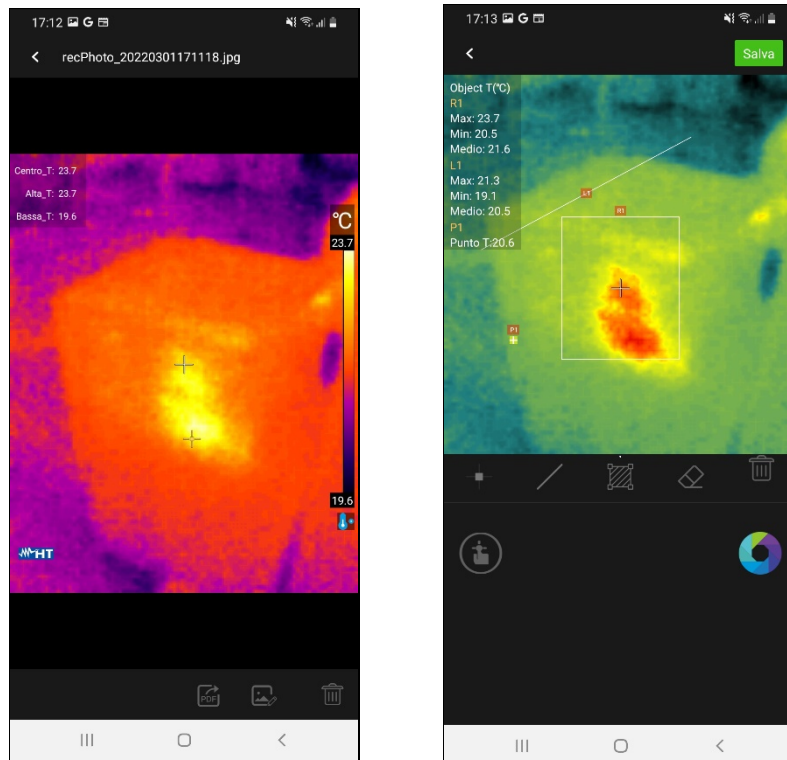

Abb. 11: Gespeicherte Bilder bearbeiten
1. Im Menue Galerie wählen Sie das gewünschte Bild (siehe § 5.7) wie in Abb. 11 – linke Seite
3. Tippen Sie auf das Symbol , um die Farbpalette zu ändern (siehe § 5.6) und das Symbol, um das erweiterte Analysewerkzeug zu öffnen (siehe  Abb. 11 – rechte Seite)
4. Fügen Sie beliebige Objekte auf dem Bild ein (siehe §5.5) und tippen Sie auf das Symbol "Save" oben rechts auf der Anzeige (siehe Abb. 11 – rechte Seite)
1. Im Menue Galerie wählen Sie das gewünschte Bild (siehe § 5.7) wie in Abb. 11 – rechte Seite